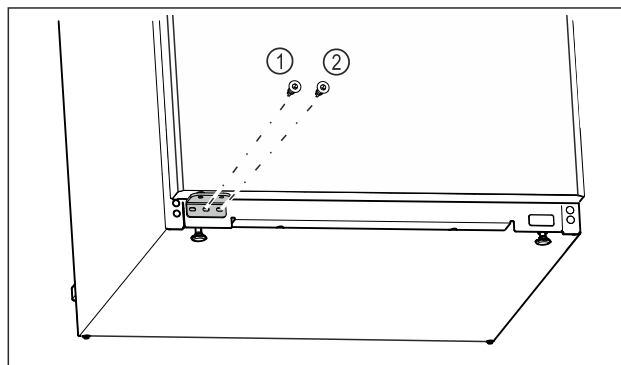

Fig. 25
- ▶ Затягніть середній гвинт опорного кронштейна Fig. 25 (1) за допомогою викрутки Torx 20.
- ▶ Затягніть внутрішній гвинт опорного кронштейна Fig. 25 (2) за допомогою викрутки Torx 20.